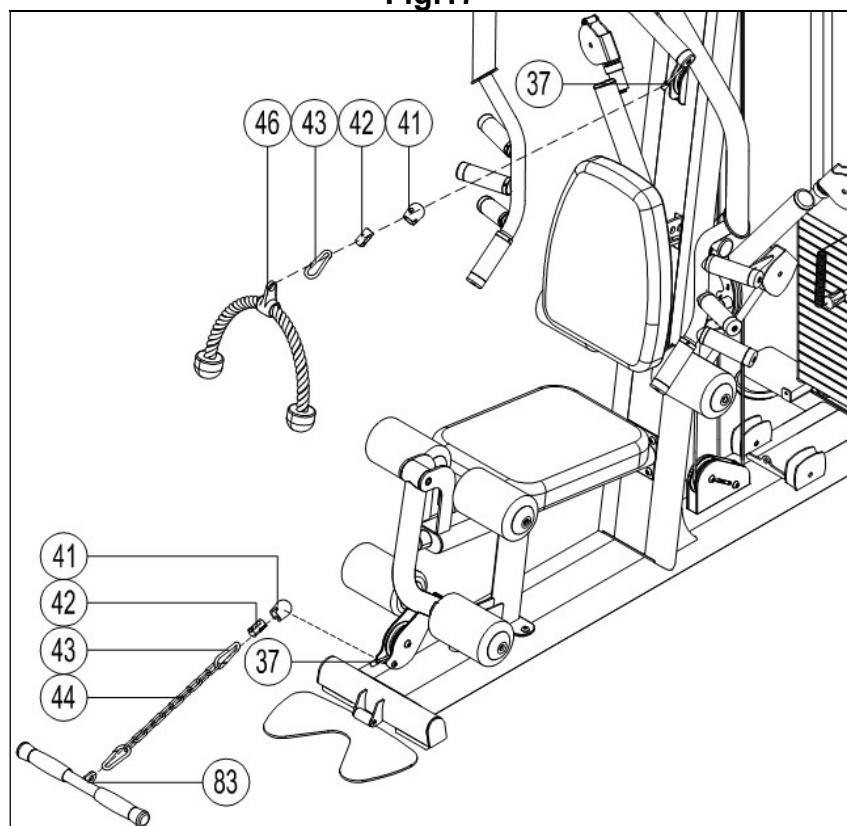

Fig.18
18.- Fije la polea (32) en el soporte (25) usando el tornillo (109), la arandela (11) y la tuerca (10), Fig.18.
Pase el cable (40) por la polea, enganche un extremo (36) con el mosquetón (43), Fig.18.
Pase el otro extremo del cable por el muelle (45) y fíjelo en el conjunto (22) usando la tuerca (35), Fig.18.